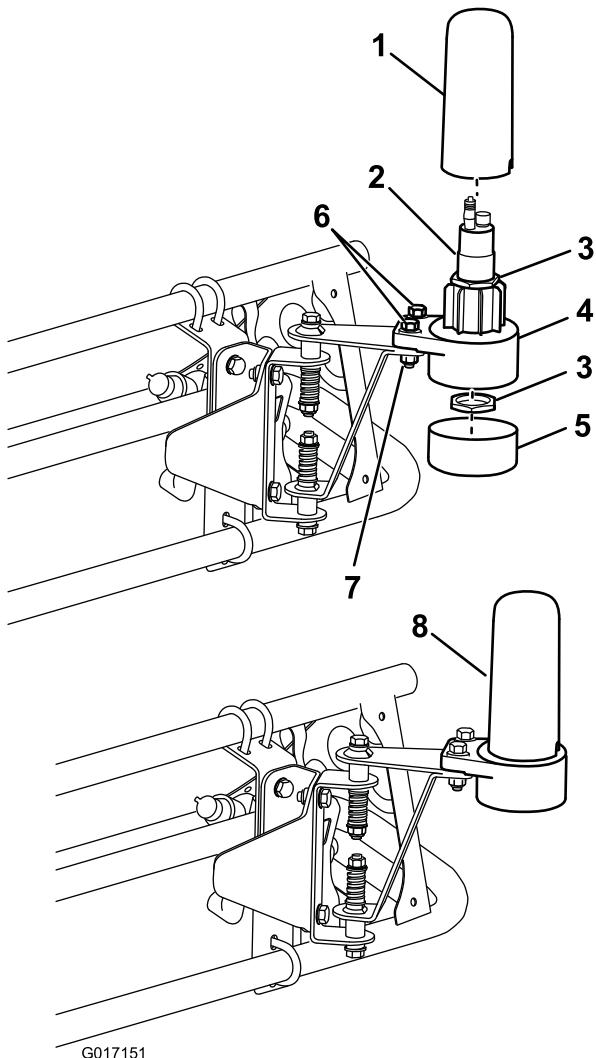

Figura 13
4. Instale el alojamiento inferior del sensor en los herrajes de montaje del sensor con 2 pernos (5/16 x 1-1/4 pulgada) y 2 contratuerca (5/16 pulgada) (Figura 13).
6. Introduzca el sensor en la carcasa inferior del sensor, y sujetelo con las 2 tuercas grandes suministradas con el sensor (Figura 13).
7. Instale el tapón y la tapa (Figura 13).